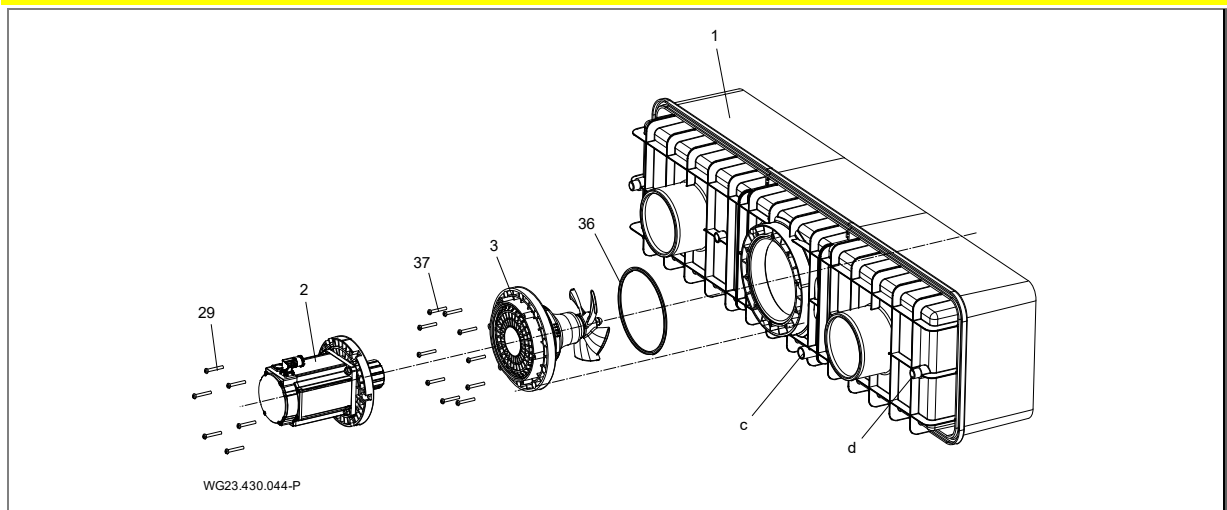

Fig. 16
1. Avfett tilkoblingsstussen (d, Se "Fig. 16" side 22) på plasthuset (1) og tilkoblingsbøssingen på kabelbeskyttelsesslangen (12) med PVC-U/ABS-rengjøringsmiddel.